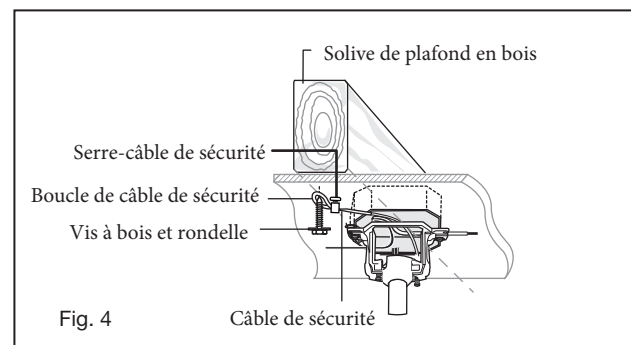

Fig. 4
- 8 Soulevez la boule/la tige de suspension/le ventilateur dans l'ouverture du support de suspension. REMARQUE : La languette à l'opposé de l'ouverture du support de suspension doit s'insérer dans la fente de la boule. (Fig. 4)
Un flux d'air VERS LE HAUT déplace l'air plus chaud de la zone du plafond comme illustré à la figure 4. Cela vous permet de régler votre unité de chauffage sur un réglage plus frais sans affecter votre confort.